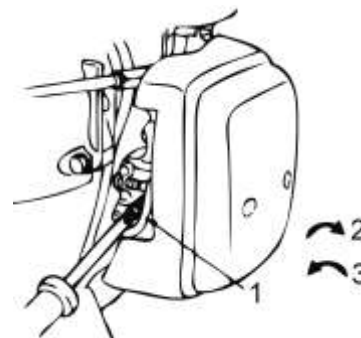

Рис. 8
- Винт (1)(См. Рис.8) регулирует скорость вращения двигателя на холостом ходу. Если вы повернете винт направо, обороты возрастут, если налево - уменьшатся. Если на холостом ходу режущий диск вращается, то обороты следует снизить.
- Винт регулировки холостого хода (1)(См. Рис.8): 1 - быстрее; 2 - медленнее.